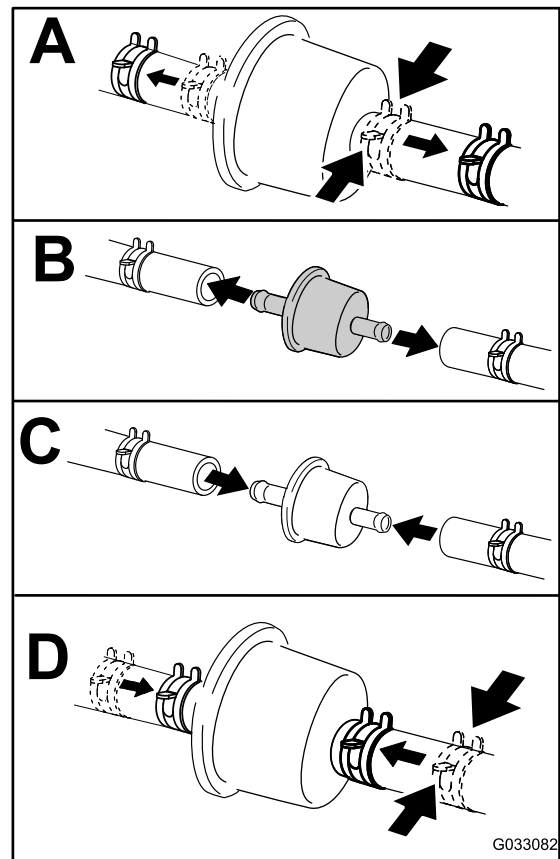

Figura 50
4. Cambie el filtro de combustible (Figura 50).